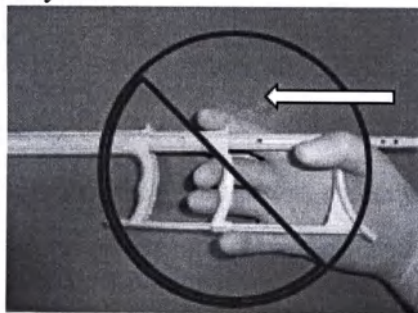

Рисунок 6
g) Помните, что перенос большого пальца в положение, показанное на Рисунок 6, противопоказан, и не должен использоваться.